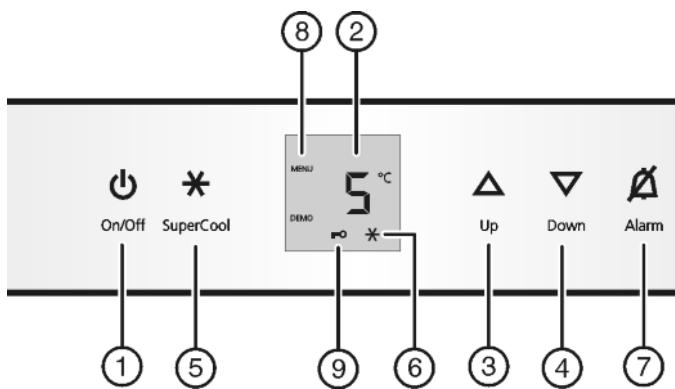

Fig. 2
- нажмите кнопку On/Off Fig. 2 (1).
- Активация режима настройки: удерживайте кнопку SuperCool Fig. 2 (5) прибл. 5 секунд.
- Коротко нажмите кнопку SuperCool Fig. 2 (5) для подтверждения.
- Для включения защиты от детей коротко нажмите клавишу SuperCool Fig. 2 (5).
- Символ "Защита от детей" Fig. 2 (9) горит. На индикации мигает .
- Для выключения защиты от детей коротко нажмите клавишу SuperCool Fig. 2 (5).
- Символ защиты от детей Fig. 2 (9) гаснет. На индикации мигает .
- Выход из режима настройки: нажмите кнопку On/Off Fig. 2 (1).
- Нажмите кнопку Alarm Fig. 2 (7).
- ▶ Установка более высокой температуры: нажмите кнопку настройки Up Fig. 2 (3).
- ▶ Установка более низкой температуры: нажмите кнопку настройки Down Fig. 2 (4).
- ▶ Коротко нажмите кнопку SuperCool Fig. 2 (5).
- ▶ На индикации горит символ SuperCool Fig. 2 (6).
- ▶ Символ SuperCool Fig. 2 (6) на индикации гаснет.